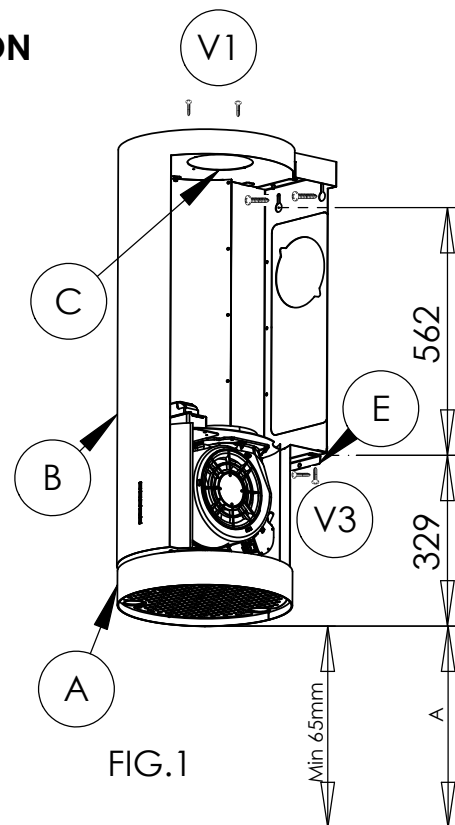

FIG.1
- Individuare l'altezza (A) desiderata tra cappa e piano cottura (Fig.1).
- Rimuovere il coperchio (C) agendo sulle relative viti di fissaggio (V1).
- Fissare a muro la squadretta di sicurezza (E) nella posizione indicata in fig.1
- Identify the desired distance (A) between the hood and the hob (Fig.1).
- Remove the screws (V1) and remove the top (C)
- Attach the security bracket (E) to the wall, as shown in fig.1.